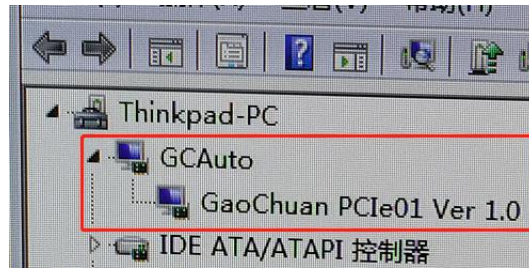

图 1.1.3 驱动安装信息
(3) 从设备管理器中查看 PCIE 卡安装的驱动如图 1.1.3 驱动安装信息；